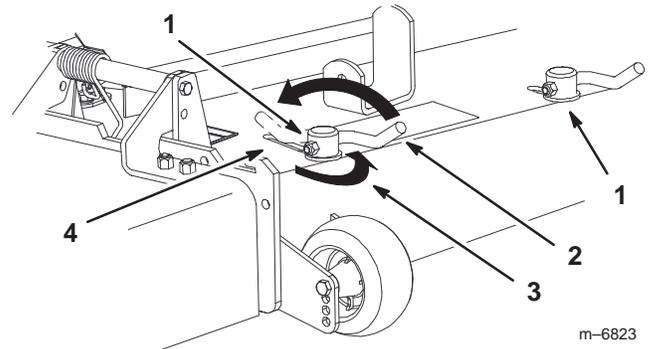

Figure 21
1. Pour régler les verrous à came, soulevez le levier pour desserrer le verrou (Fig. 21).
3. Repoussez le levier à sa position d'origine pour serrer le déflecteur et les verrous à came (Fig. 21).
4. Si les cames ne bloquent pas le déflecteur en position ou si le déflecteur est trop serré, desserrez le levier puis tournez le verrou à came. Réglez le verrou à came jusqu'à obtention de la pression de verrouillage voulue (Fig. 21).